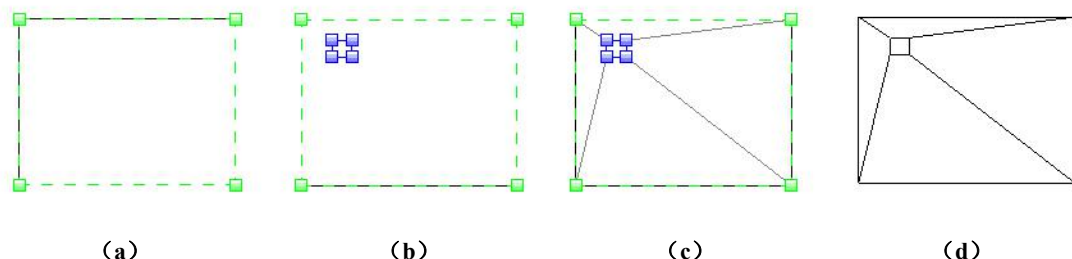

图 4-24 平楼板汇水设计
- 先绘制一个厚度为 200mm 厚的卫生间楼板,选择这个楼板,单击“修改 | 楼板”上下文选项卡下“形状编辑”面板中的“添加分割线”工具,楼板周边边线变为绿色虚线,角点处有绿色高程点,见图 4-24 (a)。
- 输入分割点的起点和终点,在卫生间内绘制 4 条短分割线(即地漏边界线),见图 4-24 (b),分割线蓝色显示。
- 单击功能区“修改子图元”工具,窗选 4 条短分割线,在选项栏“立面”参数栏中输入“-15”后回车,将地漏边线降低 15mm。“回”字形分割线角角相连,出现 4 条灰色的连接线,见图 4-24(c)。按 Esc 键结束命令,楼板见图 4-24 (d)。